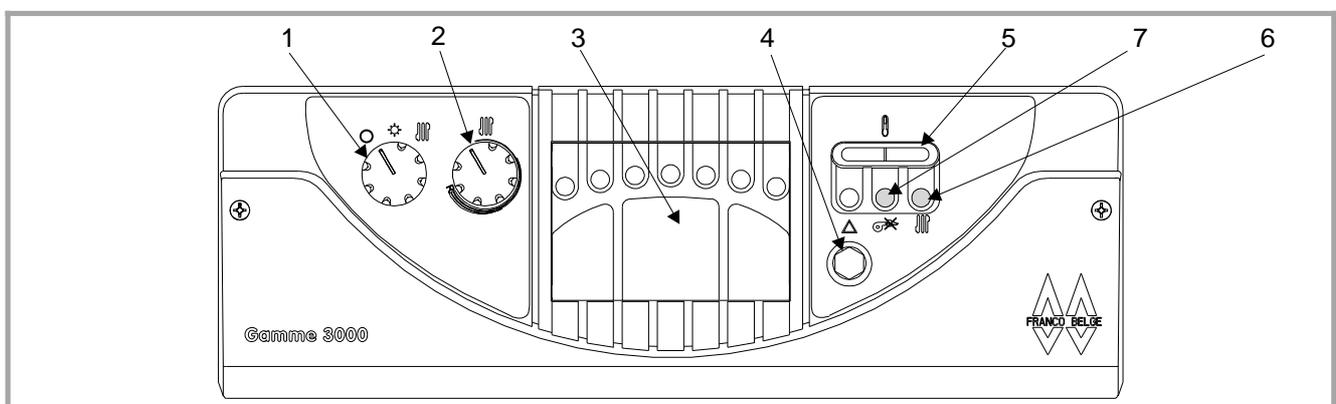

Figure 4 - Tableau de contrôle
Position "radiateur" (en hiver)  (rep. 1, fig. 4) :
**En position "soleil"**  (rep. 1, fig. 4), le brûleur ne fonctionne que sur demande de la régulation sanitaire du ballon éventuel.